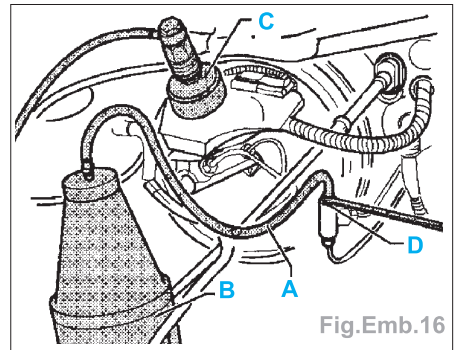

Fig.Emb.16
- Purger le système d'embrayage avec l'appareil de remplissage et de purge des freins et la bouteille de purge (B) (Fig.Emb.16).